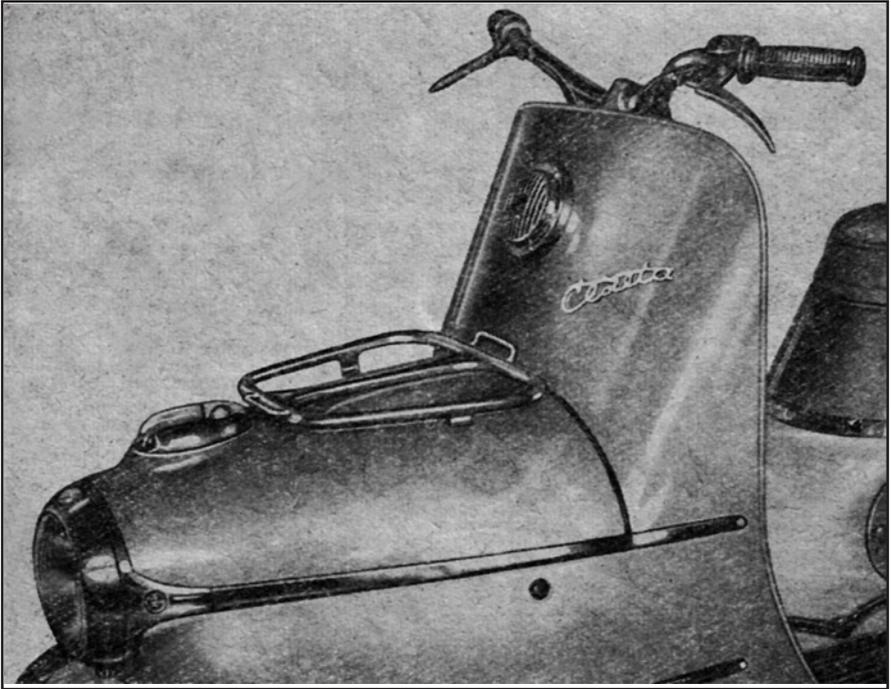

Abb. 49. Gepäckträger
20. GEPÄCKTRÄGER (Abb. 49)
Abbildung 49 stellt die ursprüngliche Durchführung dar. Bei heutiger Durchführung des Čezeta-Rollers befindet sich das Signalhorn in der Karosserie.